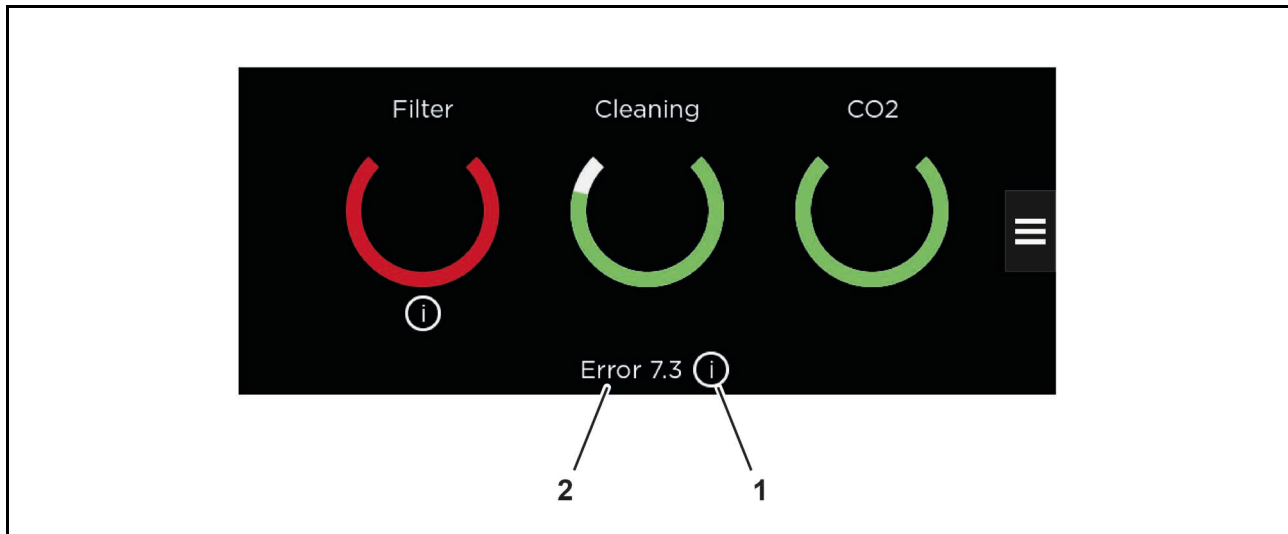

Abb. 78 Fehlermeldung (Beispielgrafik)
1. Fehlermeldung (Info-Symbol): Durch Tippen auf die Schaltfläche (Abb. 78/1) wird Ihnen eine Beschreibung des Fehlers angezeigt.
2. Fehler-Code: Der Fehler-Code (Abb. 78/2) dient der Identifizierung des spezifischen Fehlers. Eine detaillierte Fehlerliste und Maßnahmen zur Behebung finden Sie im Kapitel 9.